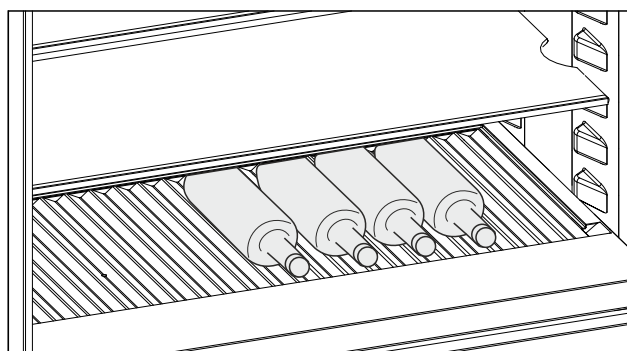

Fig. 244 Beispielhafte Darstellung
- Flaschen mit dem Boden nach hinten zur Rückwand einlegen. (siehe Fig. 244)